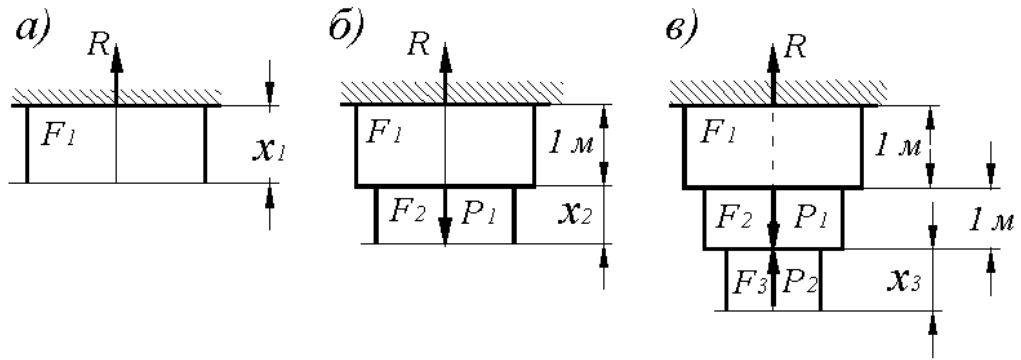

Рис. 2
2.1. Нормальные усилия на первом участке (Рис. 2, а)
2.2. Нормальные усилия на втором участке (Рис. 2, б)
2.3. Нормальные усилия на третьем участке (Рис. 2, в)